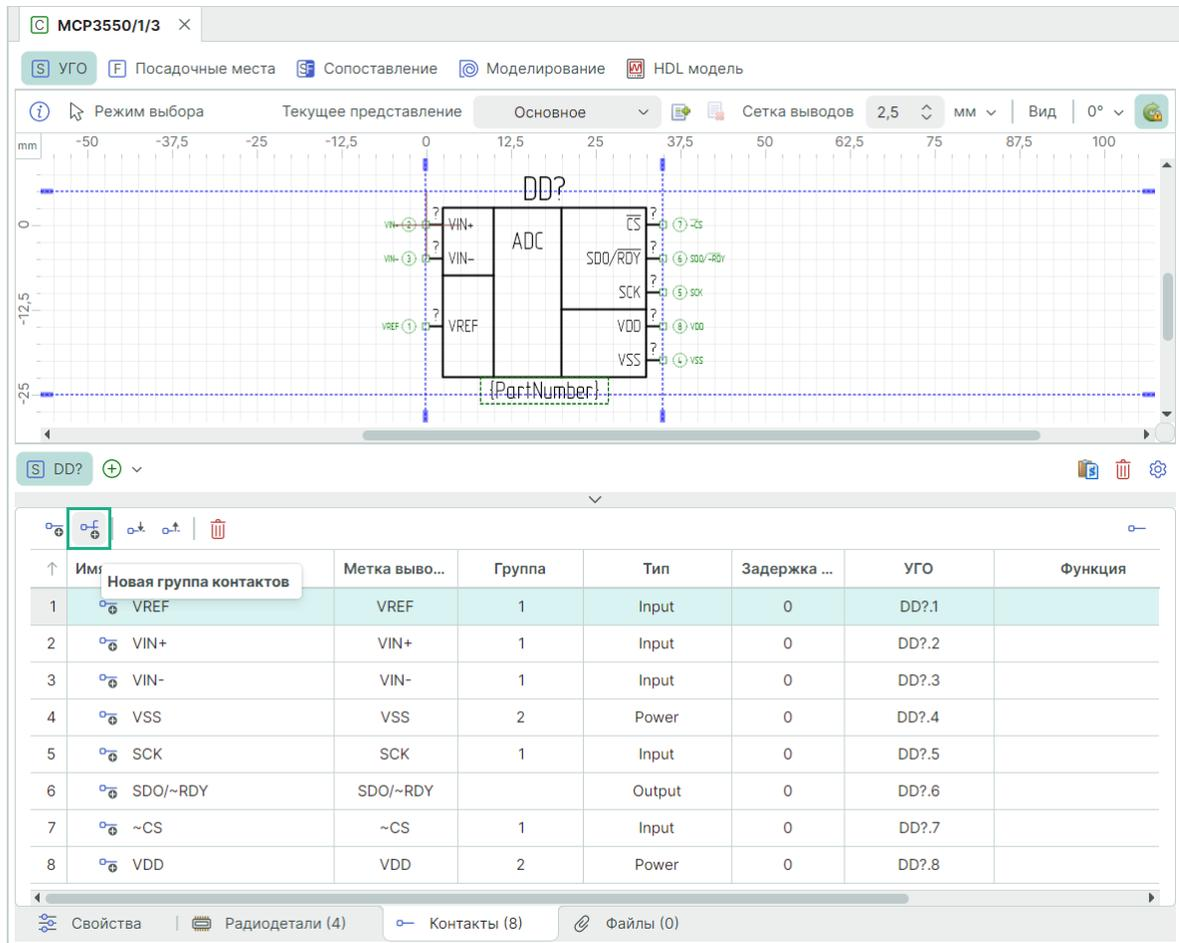

Рис. 266 Создание группового вывода и контактов
1. Нажмите иконку  «Новый группа контактов», см. Рис. 266.